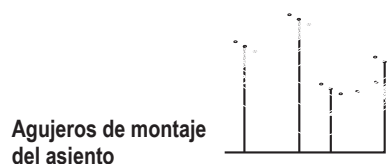

Figura 15. Posición del asiento
6. Colóquelas en agujeros de montaje diferentes. Tendrá que mover ambas piezas el mismo número de agujeros adelante o atrás. **Ver figura 15.**